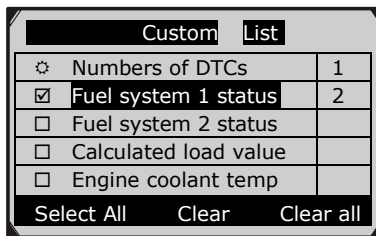

Рисунок 6.14
2) Используйте кнопки прокрутки **ВВЕРХ/ВНИЗ** для перемещения по желаемым элементам, и нажмите **Select** (Выбрать) для подтверждения. Выбранные параметры помечаются галочками (рисунок 6.14).